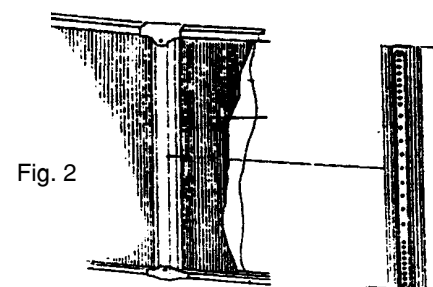

Fig. 2
- 3- Begin fitting the wall in the middle of a joining part. In this way, you can be sure that the vertical jamb, which will be added here, will cover the closing joint of the wall (Fig. 2).
- 3- Démarrer la mise en place du mur au milieu d'un connecteur; le montant vertical qui sera fixé viendra cacher la fermeture de la paroi de la piscine (Fig. 2).
- 3- Beginnen Sie mit dem Einziehen der Wand in der Mitte eines Anschlußstückes. Der senkrechte Pfosten, der später an dieser Stelle eingesetzt wird, verdeckt dann die Nahtstelle (Abb. 2).
- 3- Iniciar la instalación de la pared al medio de un conector; el montante vertical que estará fijado ahí esconderá el cierre de la pared de la piscina (fig. 2).
3-Incominciare la sistemazione del muro al centro di un connettore, il montante verticale che ad esso deve essere fissato, provvederà a nascondere la chiusura della parete della piscina (Fig. 2).
3- Begin de plaatsing van de wand in het midden van een verbindingstuk; de verticale stijl die op dit punt bevestigd wordt, verbergt dan de sluitnaad van de zwembadwand (Fig. 2).